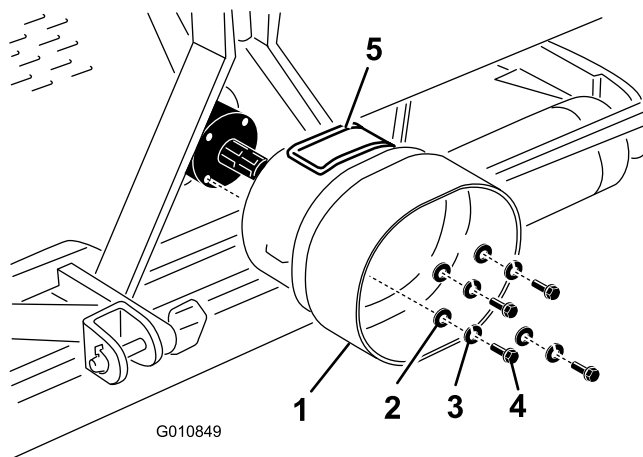

Figura 16
1. Retire os 4 parafusos, anilhas de bloqueio e anilhas planas fixadas à parte de trás da transmissão do arejador (Figura 16).
2. Monte a protecção da tomada de força na transmissão do arejador com os fixadores previamente removidos (Figura 16). Quando montar a protecção da tomada de força, certifique-se de que o painel de acesso (Figura 16) está posicionado na parte superior ou lateral, dependendo da configuração da estrutura do arejador.
Nota: O painel de acesso (Figura 16) pode ser aberto para facilitar a remoção e a instalação dos parafusos de montagem do eixo da tomada de força.